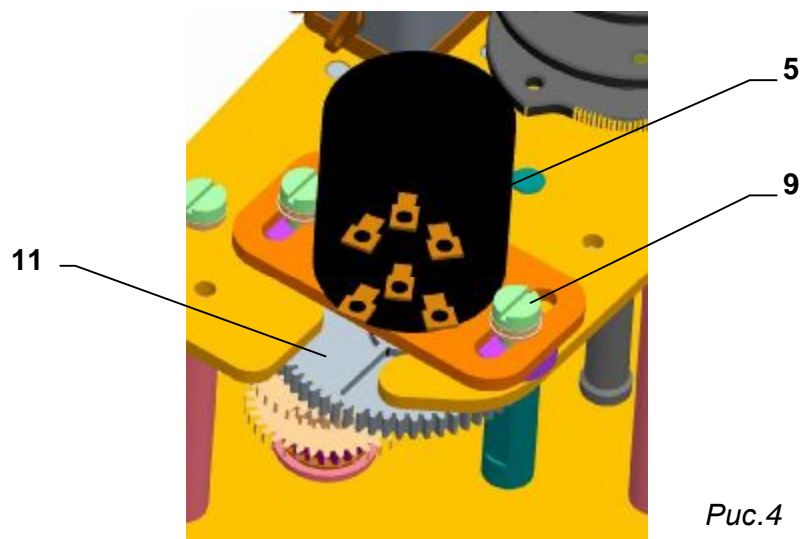

Рис.4
- в исполнении с омическим датчиком, вынесите датчик из зацепления (Рис.4);
4.3 Установка омического датчика (рис.4)